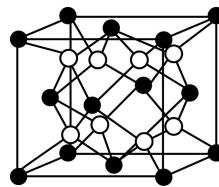

图 2 ( $\text{CaF}_2$  晶胞)
b. 由图 2 可知,  $\text{CaF}_2$  晶胞内白球共有 8 个, 由均摊法知, 黑球共有 4 个, 说明黑球是  $\text{Ca}^{2+}$ , 白球是  $\text{F}^-$ 。与  $\text{F}^-$  等距离且紧邻的  $\text{Ca}^{2+}$  有 4 个,  $\text{F}^-$  的配位数为 4, 与  $\text{Ca}^{2+}$  等距离且紧邻的  $\text{F}^-$  有 8 个,  $\text{Ca}^{2+}$  的配位数为 8。